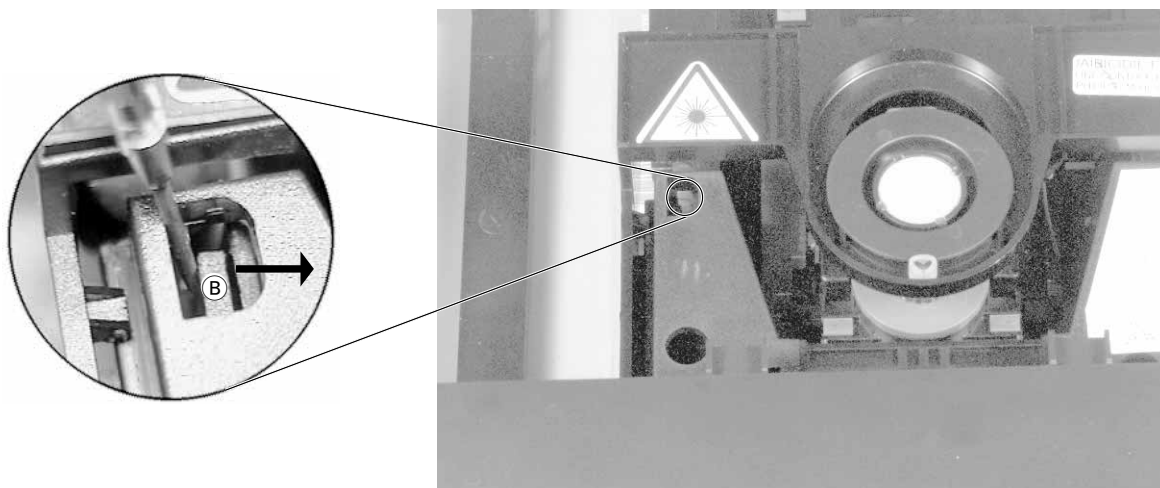

Fig. 4
2. Ausbau der CD-Schublade (Fig. 4)
- Mit einem kleinen Schraubendreher die Rastung (B) nach rechts drücken und dadurch ausrasten.
2. Removing the CD Tray (Fig. 4)
- Using a small screw driver, push the catch (B) to the right to disengage it.